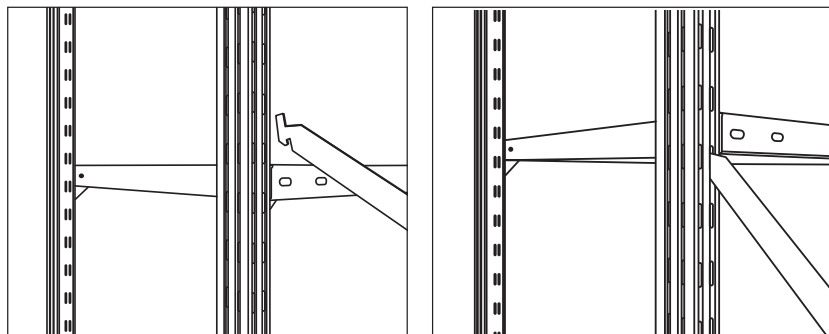

Рис. 10. Установка растяжки крестовины жесткости в стойку.
4. Крестовина жесткости располагается с задней стороны стеллажа. Вставьте зацепы растяжки крестовины жесткости в отверстия торца противоположных спаренных стоек на одном уровне, затем согните их под углом 45 градусов по направлению к центру стеллажа, соединение растяжек (пластин) крестовины происходит с помощью двух талрепов (типа «крюк-крюк»), т.е. каждые две диагональные растяжки крестовины жесткости соединяются одним талрепом (рис. 10–11).